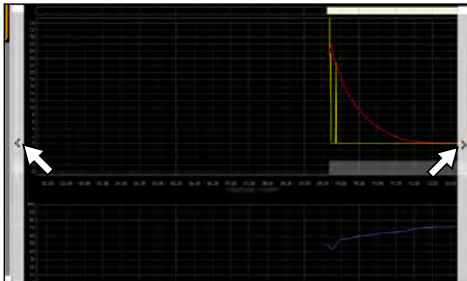

Abb. 12
- ▶ Um den angezeigten Zeitbereich (x-Achse) zu verschieben, den Mauszeiger an den linken oder rechten Rand des Grafikensters bewegen. Es erscheinen Pfeile, mit denen der angezeigte Bereich nach links oder rechts verschoben werden kann (Abb. 12).